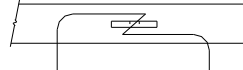

Figura 3
- Baje el escape, (2) aisladores de goma en el escape sencillo, (4) aisladores de goma en el escape doble. Nota: Rocíar un lubricante o agua jabonosa en el vástago del gancho de metal y el aislador de goma ayuda para el desmonte.
- Introduzca los espaciadores y los pernos de carruaje en su posición usando los cables de halar que se suministran (ambos largueros). Deje el cable de halar instalado. Nota: Es mucho más fácil si el perno y el espaciador no están unidos cuando se insertan en el bastidor, consulte la ilustración. Ver Figura 3.